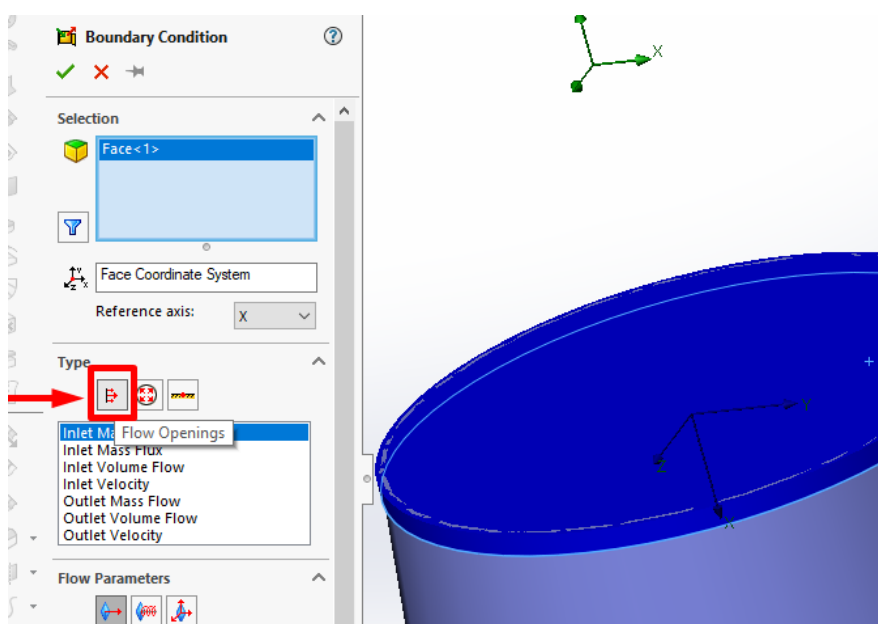

Рисунок 10.20 – Завдання граничних умов на вході
3. Виберіть **Flow Openings** (Отвори для потоку) та **Inlet Volume Flow** (Об’ємна витрата на вході) (рис. 10.20).